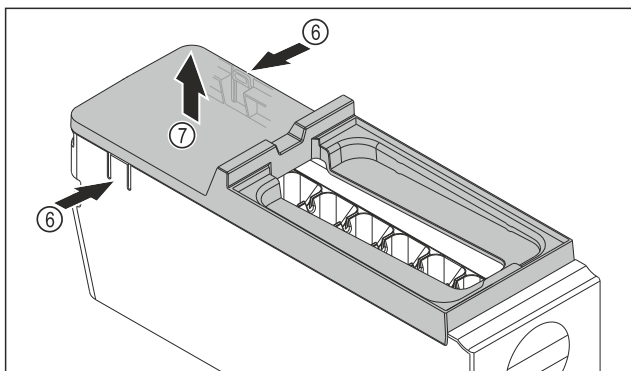

Fig. 145
- ▶ 取出 EasyTwist-Ice 机身的盖板：用一只手按压 EasyTwist-Ice 机身两侧的接片 Fig. 145 (6)。
- ▶ 用另一只手朝上取出盖板 Fig. 145 (7)。